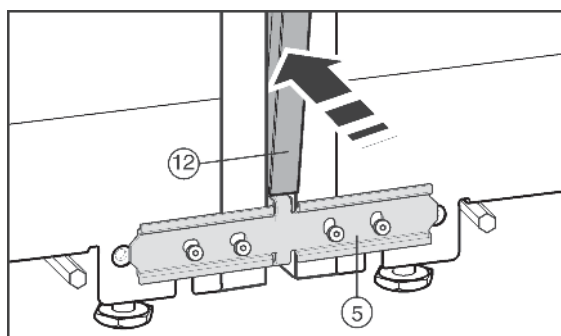

Fig. 9
Avant de mettre en place la baguette Fig. 9 (12), comprimer les deux nervures sur toute leur longueur. Ainsi la baguette se laisse introduire plus facilement dans la fente. Pour introduire la baguette, avoir recours à un chiffon doux pour prévenir des bosses dans la surface de la baguette. Enfoncer la baguette prudemment et de manière rectiligne dans la fente pour obtenir un assemblage optimal.
- Sur le côté avant, poussez la baguette Fig. 9 (12) longue dans la fente verticale. Veiller à ce que la baguette soit en contact avec la tôle de jonction Fig. 9 (5).